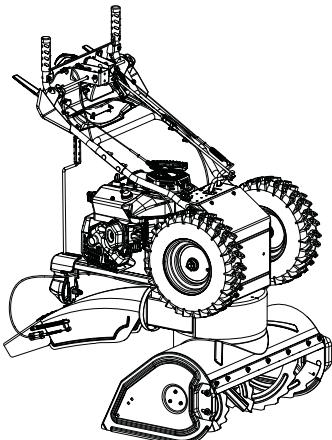

Figura 16
Vedere Figura 16.
1. Portare l'unità nella posizione di manutenzione. Vedere Figura 16.